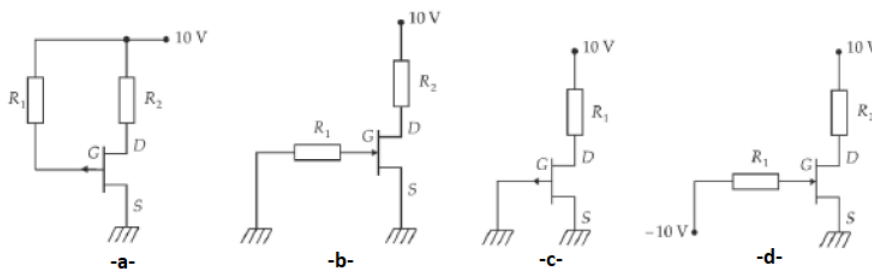

FIGURE 4.36
- Figure 4.36 -a- : Le JFET n'est pas bloqué.
- Figure 4.36 -b- : Le JFET n'est pas bloqué.
- Figure 4.36 -c- : Le JFET n'est pas bloqué.
- Figure 4.36 -d- : Le JFET est pas bloqué.